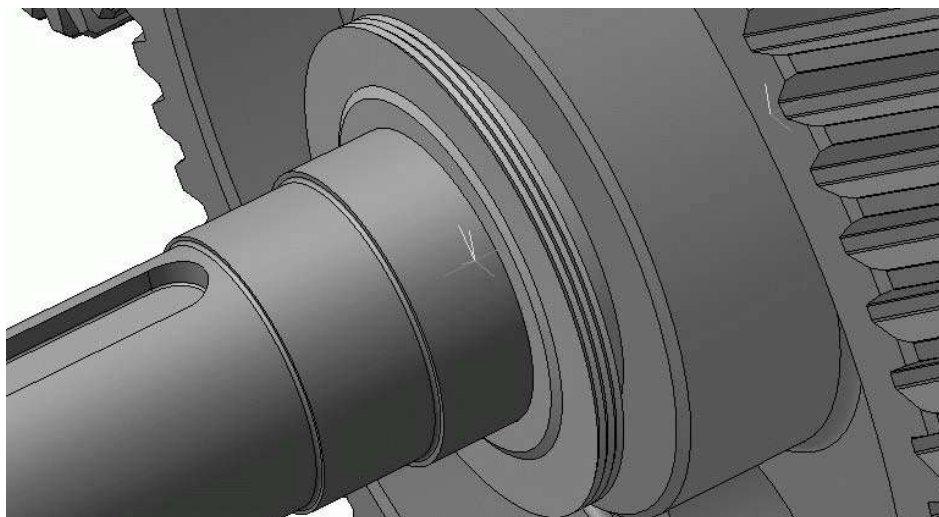

Рис. 3.112. Вставка маслоудерживающего кольца
6. Добавьте в сборку из файла Кольцо маслоудерживающее 2.m3d соответствующий компонент. С помощью команды Соосность установите сопряжение этого кольца с валом подобно только что рассмотренному примеру с распорным кольцом. Однако не стоит спешить задавать совпадение боковой поверхности маслоудерживающего кольца и буртика ступени вала, в который оно должно упираться. Все дело в том, что кольцо из файла вставилось наружу боковой плоской гранью, которая должна упираться в буртик. Это значит, что если мы сейчас выполним операцию Совпадение объектов, то система разместит маслоудерживающее кольцо так, что оно войдет в тело распорного кольца. Чтобы избежать этого, после вызова команды Совпадение объектов отожмите кнопку Автосоздание объекта. Потом, как и обычно, укажите две плоских грани, которые необходимо сопрячь (одну на кольце, вторую на валу), после чего в группе кнопок Ориентация на панели свойств нажмите кнопку Обратная ориентация. В результате маслоудерживающее кольцо развернется на 180° (не отменяя действия сопряжения) и установится правильно (рис. 3.112). Для фиксации компонента обязательно нажмите кнопку Создать объект, поскольку автосоздание было отключено.